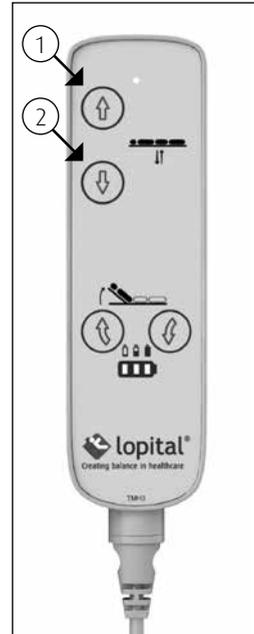

Abbildung 8 Handtastatur.
- Die Liege wird nach oben bewegt, indem der Bedienungsknopf mit dem nach oben weisenden Pfeil gedrückt wird. Die Liege bewegt sich dann gleichmäßig nach oben (1) (Siehe Abbildung 8).
- Die Liege wird nach unten bewegt, indem der Bedienungsknopf mit dem nach unten weisenden Pfeil gedrückt wird. Die Liege senkt sich gleichmäßig nach unten (2) (Siehe Abbildung 8).